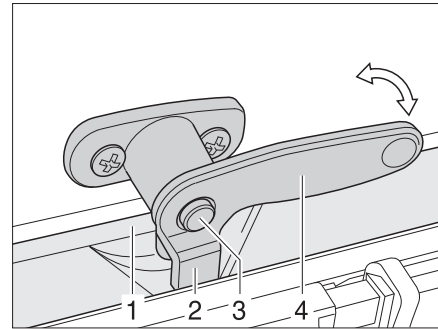

Fig. 71 Levier de verrouillage avec bouton de sécurité en position "fermée"
- Si présent, enfoncer le bouton de sécurité (Fig. 71,3) et le maintenir enfoncé.